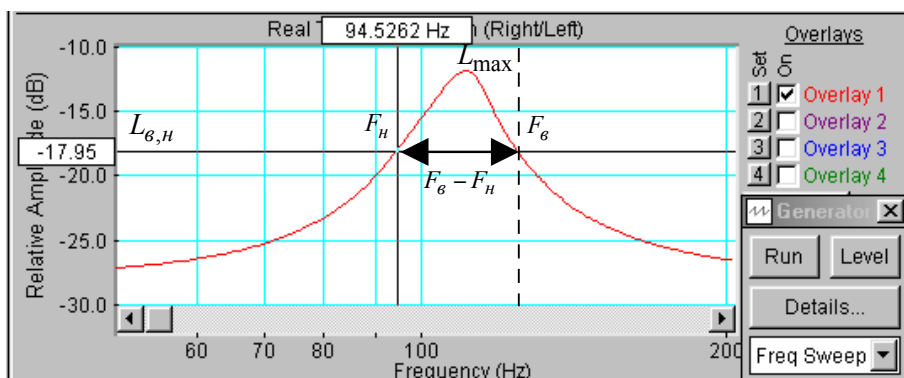

Рис.6.14. К определению добротности головки громкоговорителя
- По графику частотной характеристики в узком диапазоне частот (рис.6.14) при рассчитанном значении $L_{H,\delta}$ измерьте нижнюю и верхнюю границы полосы пропускания F_H и F_δ , результаты занесите в табл.1.